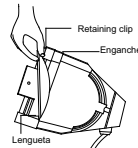

Figura 3
3. Sujete la lente por el borde, y posicónela con el lado convexo hacia atrás. Figura 3)